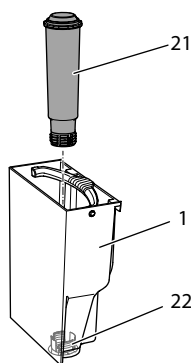

Рис. 15: Завинчивание и отвинчивание фильтра для воды
- Снимите фильтр для воды (см. Рис. 15 на стр. 250).
- Вставьте новый фильтр в контейнер для воды (см. *Рис. 15*).
3. Извлеките фильтр для воды (см. Рис. 15).